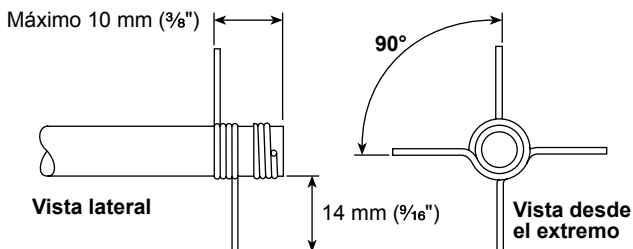

Fig. 14
- El tubo de protección no tiene un diámetro lo bastante grande y/o profundo (el tubo debe ser por lo menos 40 mm ($\frac{1\frac{1}{2}}$ ") más largo internamente que el extremo de la sonda, ver Fig. 14).